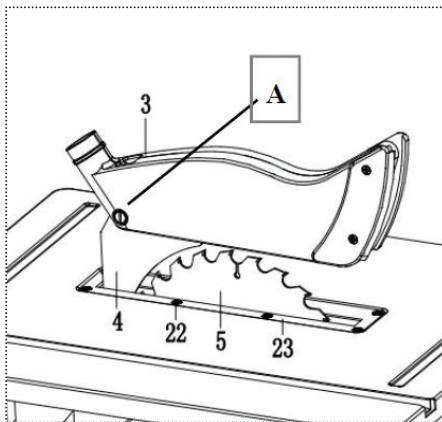

Рис. 8
22. Пластина для пропила (рис. 8)
23. Винт фиксации пластины для пропила (рис. 8)